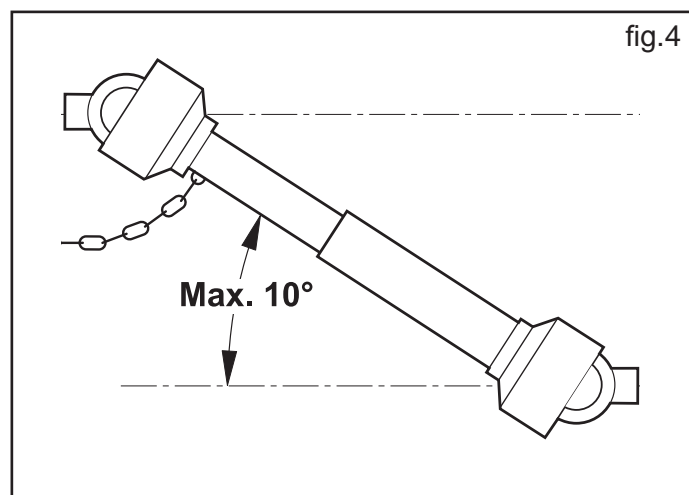

fig.4
- 12) Die Zapfwelle immer ausschalten, wenn die Kardanwelle einen zu großen Winkel einnimmt (nie über 10 Grad – fig.4) und wenn sie nicht gebraucht wird.